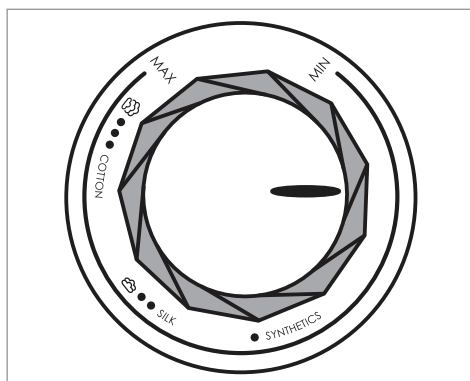

Fig. 2
- 3) Ajuste la temperatura adecuada con el regulador de temperatura 6 (consulte la tabla inferior y la fig. 2).